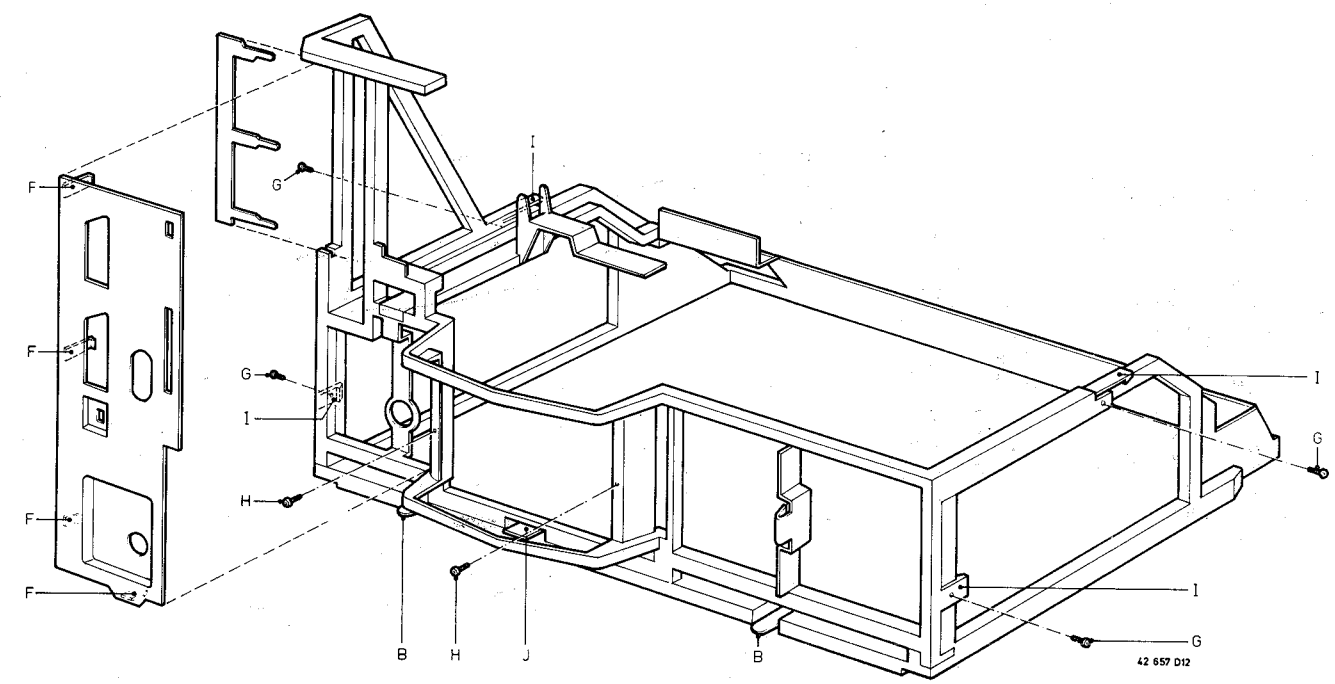

Fig. 5
Die gesamte Printseite (Lötseite) ist zugänglich, wenn die Schrauben G an beiden Seiten der Halterung (siehe Abb. 5) entfernt werden. Nach dem Entriegeln der Halterungen I an beiden Seiten des Chassis und herunterdrücken der Halterung J in der Mitte, drehe das Chassis nach links und lege es auf das "Source Select" Platte. Ziehe die Hauptplatine aus dem schwarzen Halterahmen.
3. Beseitigung der Befestigungsbügel der Hauptplatine (siehe Bild 5)